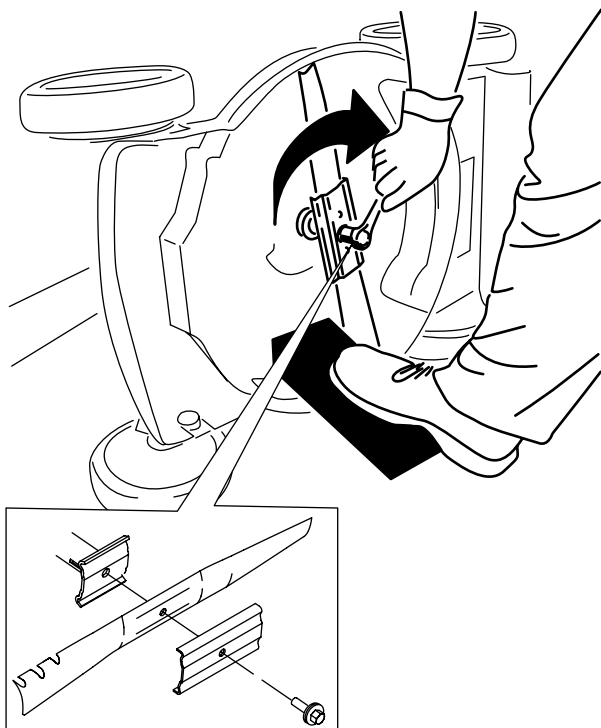

Figura 35
5. Montate la nuova lama usando la bulloneria di montaggio (Figura 35).